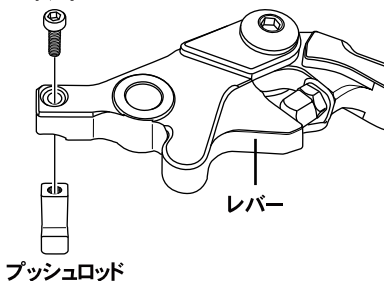

図2
- 4) アジャストボルトを調整し、レバーとグリップまでの距離を固定します。(図2参照)